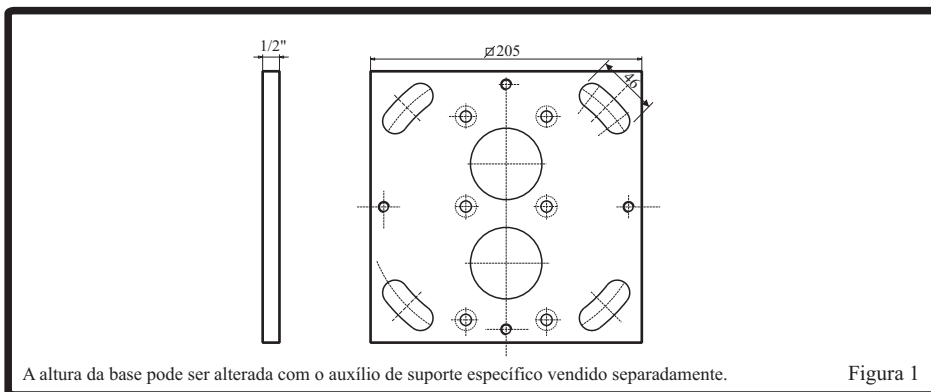

Figura 1
**Fixação:** base em alumínio. Veja figura 1.